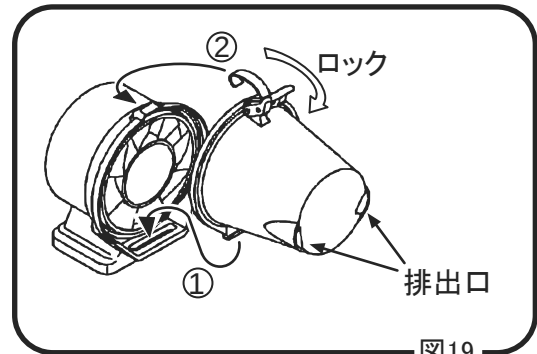

図19
- c. 洗浄後はとりはずしたときの逆手順で、①、②の各フックをガイド穴へ確実に差し込んでからロックしてください。(図19)